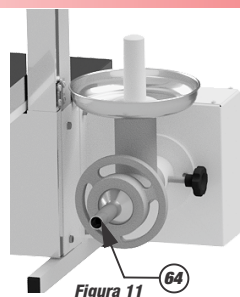

Figura 11
- Para o preparo de embutidos (lingüiça), coloque o funil (64) para encher lingüiça antes do volante (69) conforme **figura 11**.